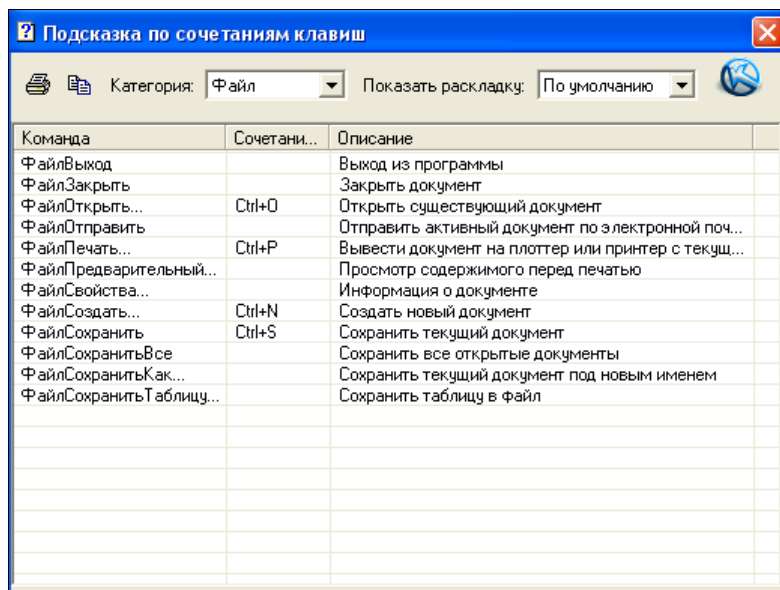

Рис. 18.6. Диалоговое окно Подсказка по сочетаниям клавиш
- ◆ **Команды клавиатуры** — вызывается диалоговое окно **Подсказка по сочетаниям клавиш** (рис. 18.6).